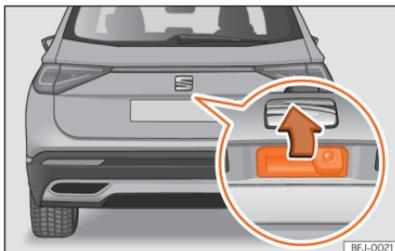

Fig. 75 Porta da bagageira: abertura a partir do exterior.
- **Abriu:** faça uma ligeira pressão na pega. Abre-se automaticamente. >>> Fig. 75.